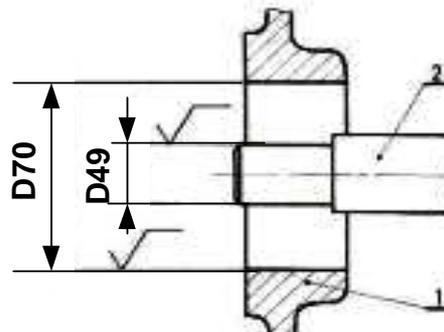

Fig. TP6-2
- La roue (3) d'un réducteur est clavetée sur l'arbre (2) guidé en rotation par deux roulements (5) et (6). De quel type de roulements s'agit-il ?
- Sur le dessin (fig. TP6-2) indiquer les rugosités de surface et les tolérances des portées du roulement gauche (faible charge).